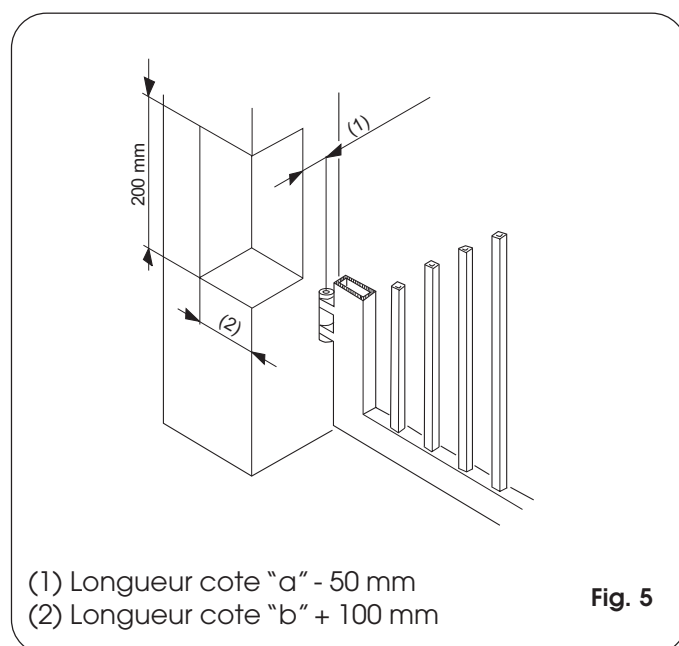

Fig. 5
- si les dimensions du pilier ou la position de la charnière (cote d) ne permettent pas de contenir la cote a dans la dimension souhaitée, réaliser une niche sur le pilier d'après la Fig. 5;